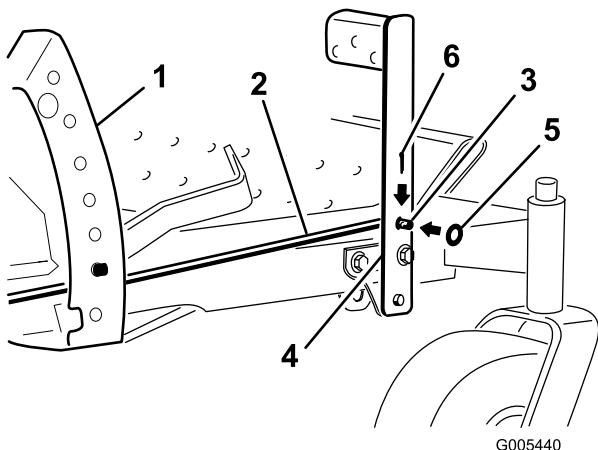

Figure 8
2. Insérez la tige de relevage dans le trou du châssis de réglage de hauteur de coupe (Figure 8). Orientez la tige pour que l'extrémité coudée soit tournée vers l'extérieur de la machine.
(Figure 8). Montez une rondelle sur l'extrémité qui dépasse et fixez-la avec une goupille fendue.